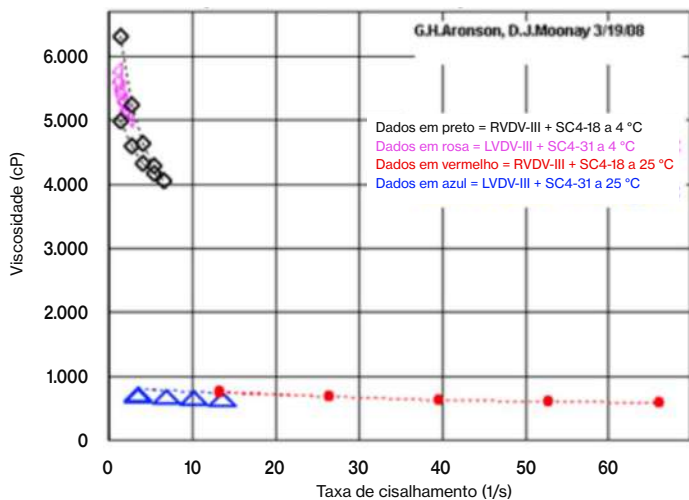

Figura 2: Calda para panquecas a 4 °C e a 25 °C, análise de viscosidade vs. taxa de cisalhamento, 1/s.
- Figura 2: As análises de viscosidade vs. taxa de cisalhamento demonstram o comportamento pseudoplástico em ambas as temperaturas.